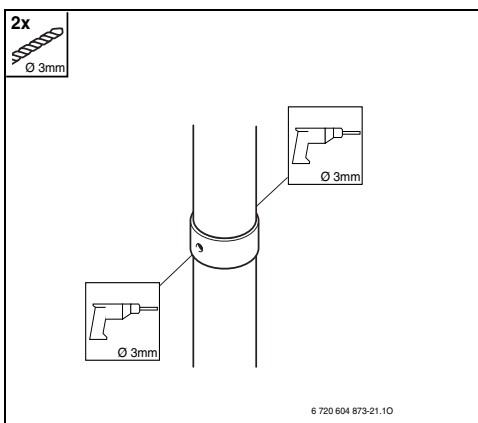

Fig. 33
► Abrir dos orificios de Ø 3 mm, en el tubo del aire de combustión. Profundidad máxima del orificio Ø 8 mm! En ningún caso podrá el tubo de gases de combustión ser dañado (Fig. 33).